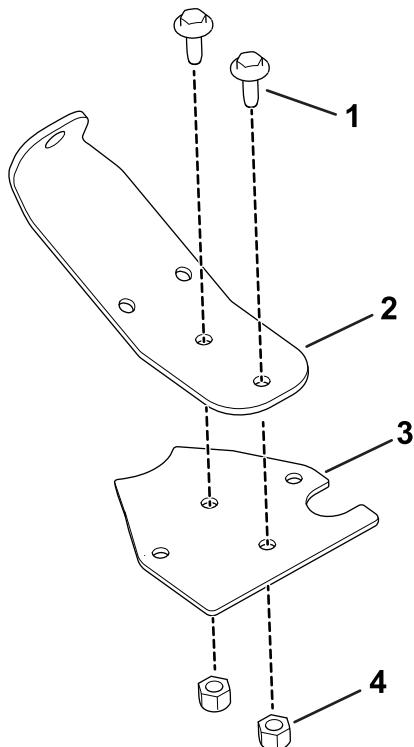

Figure 30
2. Avec 2 vis à embase (1/4"-20 x 5/8") et 2 écrous à embase (1/4"), fixez le support de vannes sur la base du faisceau (Figure 30).